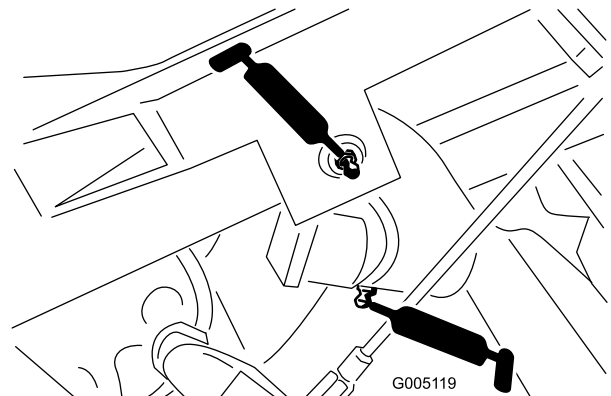

Bild 26
- Hubarmgelenk (3) und Schwenkscharnier (3) (Bild 26)